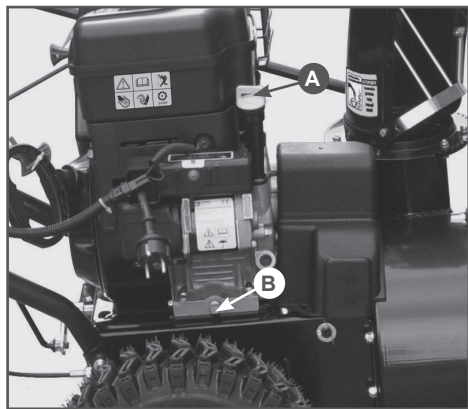

Рис.11 Замена масла
2. Откройте крышку маслозаливной горловины (рис. 11-А).
3. Подставьте под сливное отверстие подходящую емкость и открутите болт отверстия для слива масла (Рис.11-В).